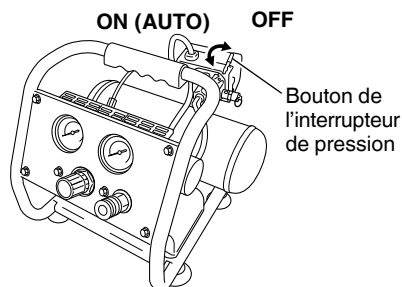
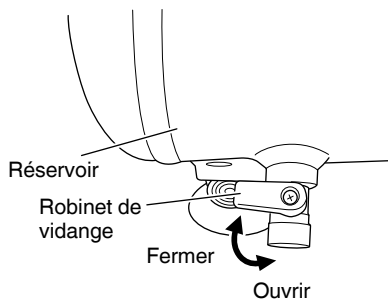

Fig. 2
Fig. 5
Vérifier que le sélecteur de l'interrupteur barométrique se trouve sur la position «OFF» (Fig. 2). Si l'on branche la fiche dans la prise alors que le sélecteur de l'interrupteur barométrique se trouve sur «ON (AUTO)», le compresseur se mettra en marche immédiatement, risquant de causer de graves blessures.
Insérez la fiche dans la prise et démarrez le compresseur au moyen du bouton de l'interrupteur de pression. (Voir Fig. 2).
- (1) Placez le bouton de l'interrupteur de pression sur la position « OFF ». (Voir Fig. 2).
- (2) Débrancher la fiche de la source d'alimentation.
- (3) Ouvrir le robinet de vidange qui se trouve sous la partie inférieure du réservoir (Fig. 5). La pression du réservoir doit être en dessous de 10 psi lors de la vidange du réservoir.
Vidanger le réservoir tous les jours ou toutes les 4 heures d'utilisation. Ouvrir le robinet de vidange et incliner le compresseur pour vider l'eau qui s'est accumulée (Voir Fig. 5). La pression du réservoir doit être en dessous de 10 psi lors de la vidange du réservoir.